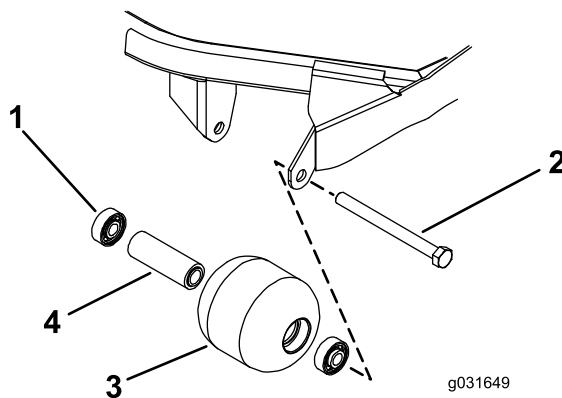

Рисунок 75
1. Снимите болт крепления валика (Рисунок 75).
4. Осмотрите корпус, подшипники и распорную втулку подшипника валика на наличие повреждений (Рисунок 75).
1. Нажимая только на наружное кольцо или с одинаковым усилием на внутреннее и наружное кольцо, запрессуйте первый подшипник в корпус валика (Рисунок 75).
2. Вставьте втулку подшипника (Рисунок 75).
3. Нажимая только на наружное кольцо или с одинаковым усилием на внутреннее и наружное кольцо, запрессуйте второй подшипник в корпус валика до его контакта с распорной втулкой (Рисунок 75).